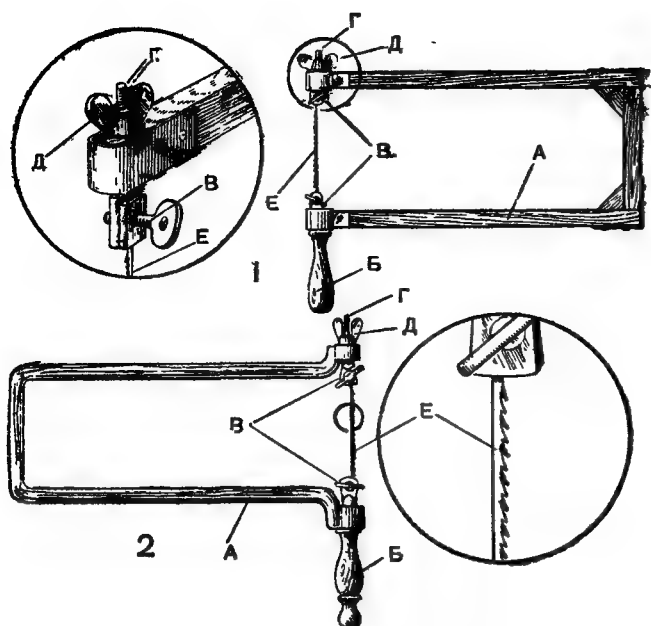
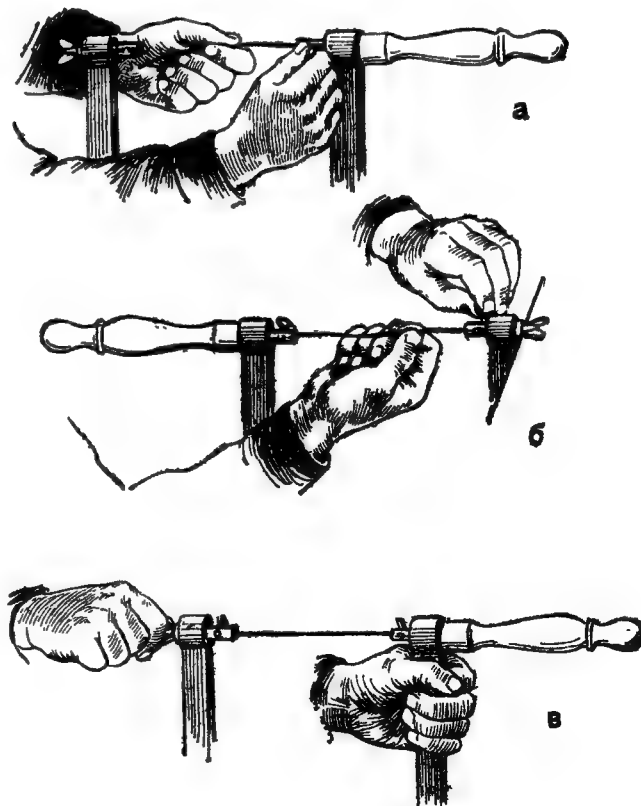
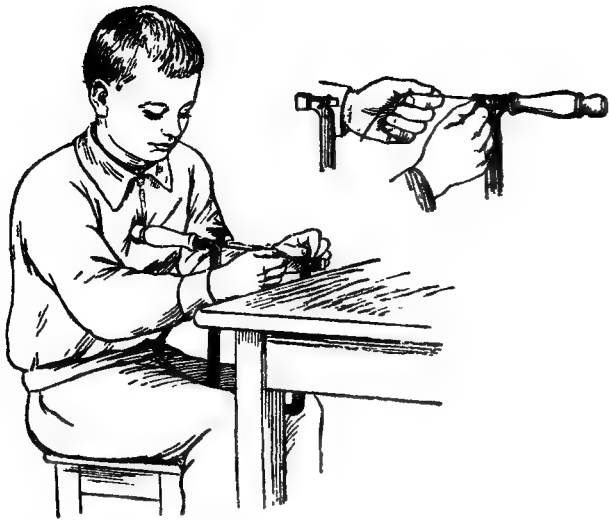

Рис. 1. Ручной лобзик:
Рис. 2. Как вставить пилокку в деревянный лобзик. (Буквами обозначена последовательность работы.)
Рис. 3. Так вставляют пилочку в металлический лобзик.
Вырежьте из плотной белой писчей бумаги квадрат, сторона которого равна 5 сантиметрам (рис. 1). Наложите на белый квадрат выкройку круга (рис. 2) и вырежьте круг, отбросив затусованную часть (рис. 3). Через центр круга проведите два взаимно-перпендикулярных диаметра, разделяющих круг на 4 равные части (рис. 4).
Вырежьте из бумаги синего цвета квадрат, сторона которого равна 5 сантиметрам (рис. 1). Наложите выкройку круга (рис. 2) на синий квадрат и вырежьте круг.
Вырежьте из папиросной или другой белой бумаги 3 квадрата, сторона каждого из которых равна 3 сантиметрам (рис. 1). Сложите каждый квадрат вдвое и, используя рисунок 2, вырежьте по очереди 3 кружка. Сложив круги пополам, используя рисунок 3, вычертите зубчики, вырежьте их и сделайте по пунктирным линиям надрезы (на глубину  $\frac{2}{3}$  радиусов всех трех кругов). Концы лепестков цветка, вырезанных из первых двух кругов, слегка окрасьте красной акварельной краской. Лепестки цветка, которые вы вырезали из третьего круга, покрасьте до половины той же красной акварелью. Возьмите тонкую проволоку, к одному ее концу прикрепите петельки из ниток, обмакните их сначала в клей, а потом в манную крупу и подсушите. Это будут тычинки маргаритки (рис. 4). Сложите вдвое кусочек зеленой бумаги и вырежьте зеленую чашечку маргаритки, используя рисунок 5. Чашечка должна иметь в поперечнике 3 сантиметра. Из зеленой бумаги равных оттенков, используя рисунки 6, 7, 8, 9 и 10, вырежьте листья цветка. Наденьте на проволоку, вплотную приблизив к тычинкам все лепестки маргаритки (последней наденьте часть цветка, лепестки которой окрашены красной краской до половины), за ними зеленую чашечку. Полоской зеленой гофрированной бумаги шириною в 1 сантиметр обвейте проволоку-стебель.
Вырежьте квадрат из папиросной или другой бумаги белого, розового или красного цвета, сторона которого равна  $5\frac{1}{2}$  сантиметрам. Согните квадрат по диагонали, как указывает пунктирная линия на рисунке 1. Найдите середину диагонали, перегнув ее на 2 равные части, и от середины, как на рисунке 2, загните образовавшиеся 2 равных треугольника. Наложите все три треугольника друг на друга и, используя рисунок 3, вычертите на одном из них лепесток гвоздики. Вырежьте по карандашным линиям лепесток, разверните бумагу: получите венчик гвоздики (рис. 4).
Мак делайте из папиросной, а лучше гофрированной бумаги. Вырежьте прямоугольник, одна сторона которого равна 9 сантиметрам, а другая 7 сантиметрам (рис. 1). Возьмите бумагу красного, белого, розового или фиолетового цвета. Это на ваш вкус, ведь маки бывают разного цвета. Сложите вырезанный из цветной бумаги прямоугольник вдвое и, используя рисунки 2 и 3, вырежьте по очереди 4 лепестка мака.
Вырежьте из розовой папиросной бумаги прямоугольник, стороны которого равны — одна 13 сантиметрам и другая  $6\frac{1}{2}$  сантиметрам (рис. 1). Используя рисунок 2, начертите в прямоугольнике 3 лепестка розы; вырежьте их и прорежьте по пунктиру 3 лепестка. С помощью спицы закрутите края лепестков, как указано на рисунке 5. Таких тройных лепестков сделайте 6 или 7. Затем сделайте чашечку розы. Сложите вдвое зеленую бумагу и вырежьте чашечку розы, используя рисунок 3; вырежьте зеленые листья, используя рисунок 4.
Вы увидите розу в цвете на одной из страниц книги (рис. 1).
Начните с того, что посмотрите, как выглядит нарцисс в цвете на одной из страниц книги (рис. 2). Вырежьте из белой писчей бумаги квадрат, сторона которого равна 7 сантиметрам — рисунок 1. Сложите его пополам и, используя рисунок 2, вычертите и вырежьте венчик цветка нарцисса. Из гофрированной бумаги желтого цвета вырежьте прямоугольник, одна сторона которого равна 4 сантиметрам, другая 2 сантиметрам (рис. 3). Из этого прямоугольника вы должны будете сделать сердцевинку нарцисса и его тычинки.
Вы увидите хризантему в цвете на одной из страниц книги (рис. 3). Вырежьте из белой папиросной бумаги квадрат, сторона которого равна 13 сантиметрам (рис. 1). Сложите квадрат вчетверо и на четвертой части квадрата, используя рисунок 2, вычертите четвертую часть круга и вырежьте. Не разворачивая еще вырезанной четверти круга, сложите ее пополам (рис. 3). По линии сгиба, указанной на рисунке 3 пунктиром, сделайте надрез, не доводя его до центра круга на  $\frac{1}{3}$ . После прореза разверните круг и, по линиям сгибая постепенно, сделайте надрезы по всему кругу. Линии сгибов указаны на рисунке 1.
**Искусственные цветы:** роза (рис. 1), нарцисс (рис. 2),
хризантема (рис. 3), мак (рис. 4), георгин (рис. 5).
**Аппликации:** украинский орнамент (рис. 1, 2.), ветка дуба (рис. 3),